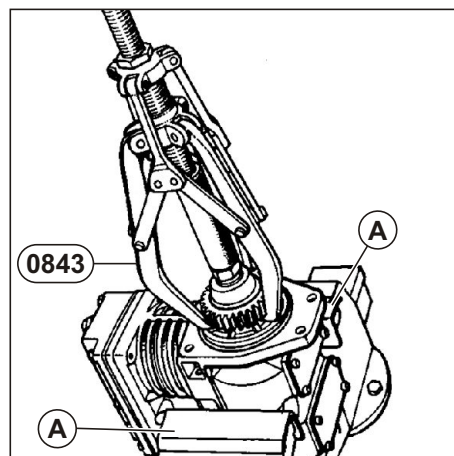

Рис. 51. Снятие шестерни воздушного компрессора.
4.8.1. Снятие шестерни компрессора воздушного. (см. Рис. 51)